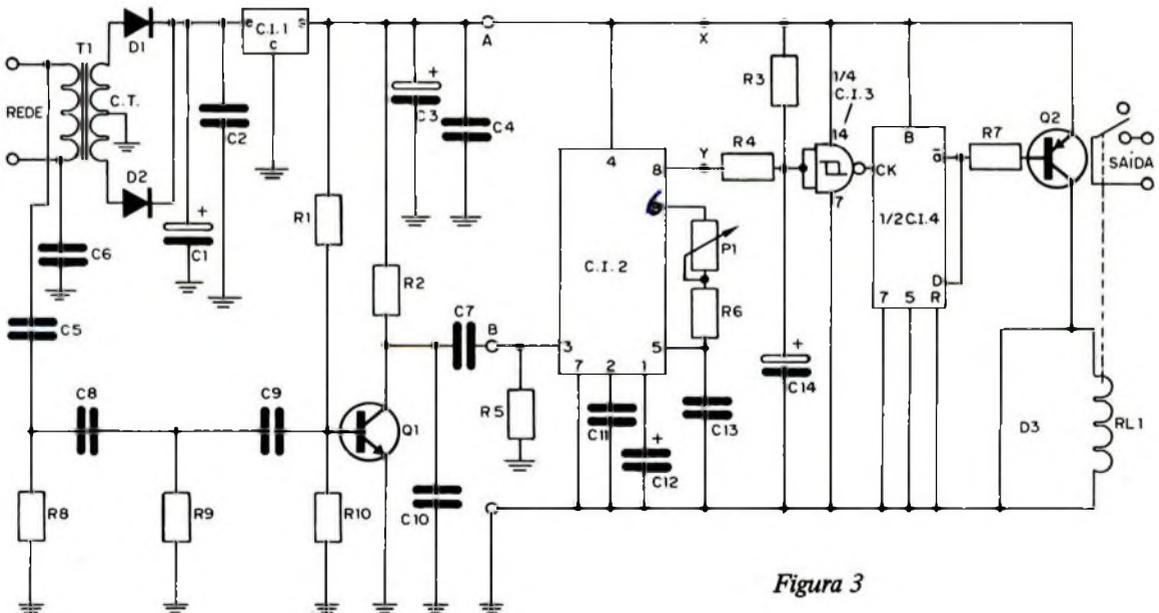

Figura 3
Quanto ao circuito da unidade receptora o leitor poderá apreciá-lo na figura 3. Não se deixe assustar pela quantidade de componentes!
Pois bem, o trem de pulsos presente na linha da rede são acoplados por C5 e C6, na figura 3, ao filtro passa-altas do qual vão ter à base do transistor Q1 que, sem sinal, se encontra saturado. Esse trem
De fato, C.I.2 retirará o aterramento interno da sua saída (pino 8 – figura 3) e C14 dará início ao processo de carga através de R3, chegando o momento em que o potencial da entrada da porta lógica "NAND" atinge o nível de disparo positivo (V_T^+) quando, então, a sua saída passará de H (nível alto) para L (nível baixo) sem maiores consequências haja visto que a entrada cadenciadora (CK) de C.I.4 é apenas sensibilizada através de flancos ascendentes, de forma que as "coisas" ficarão como estão, ou seja: carga energizada.
C.I.2 (figura 3) mantém o aterramento é insuficiente para descarregar C.I.4 através de R4 não sendo, portanto, atingido o nível de disparo (V_T^-) da porta lógica (1/4 de C.I.3), na verdade um disparador de Schmitt.
Os capacitores C11 e C12 estabelecem, a priori, a faixa de captura por parte de PLL (C.I.2) enquanto C10, figura 3, se constitui em um filtro para frequências espúrias de alto valor ao mesmo tempo que "aplana" a forma de onda (retangular) que se faria presente no coletor de Q1, transformando-a em uma forma de onda exponencial muito mais fácil de ser "sentida" pelo detetor de tom.
Entre os pontos X e Y assinalados na figura 3 o leitor pode (e deve!) instalar um resistor e um LED (vide figura 4) que em muito facilitará a tarefa de calibração da frequência de sintonia por parte de C.I.2: quando o LED emitir luz indicará que a frequência (fase) do sinal recebido se encontra dentro da faixa de captura e, portanto, tal tom foi detetado. Adiante teceremos mais detalhes a esse respeito.
Ainda em relação ao diagrama esquemático da figura 3, você deve ter notado que não está indicada a pinagem de C.I.3 e C.I.4, apenas foram indica-
ATENÇÃO: AS ENTRADAS NÃO UTILIZADAS DOS CIRCUITOS INTEGRADOS "3" e "4" (figura 3) DEVEM SER ATERRADAS, OU LEVADAS AO +Vcc, SENÃO TAIS INTEGRADOS PODEM "QUEIMAR-SE"!
Bem... aí tivemos a descrição sucinta do funcionamento da unidade receptora que, neste caso especial, é constituída por um único canal de comando. Se você pretende incorporar mais canais a essa unidade, basta reproduzir, tantas vezes quantas quiser (até certos limites, é claro, para cada unidade), apenas o circuito que se encontra à direita dos pontos A, B, e C assinalados na figura 3, não se esquecendo do seguinte: